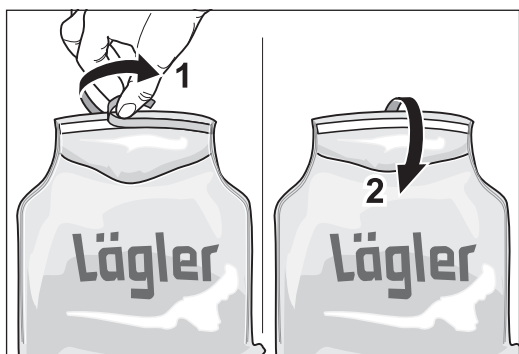

Fig. 15 Enlevez la feuille de protection et collez bien hermétiquement le sac à poussière et **entreposez-le à l'air libre !**
- 8 Poussez l'orifice du nouveau sac à poussière sur le support du séparateur de poussière. L'impression sur le sac à poussière doit être dirigée vers vous (fig. 15).